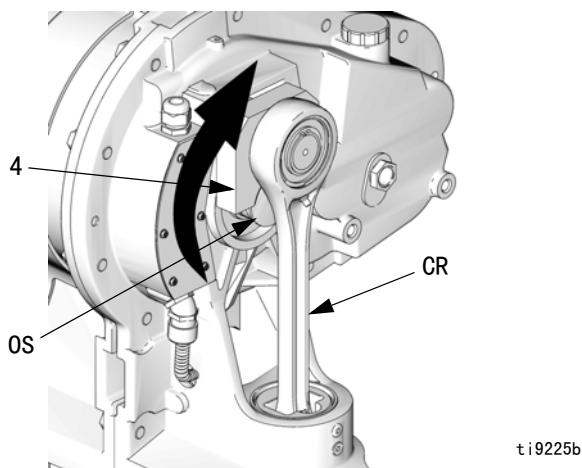

图 16. 旋转曲柄臂
10. 请参见图 16。旋转曲柄臂 (4)，以便将其从输出轴 (OS) 上卸下。
11. 将曲柄臂 / 连杆 / 滑动活塞组件 (CR) 向上拉出缸体。
12. 卸下旧轴承 (8)。